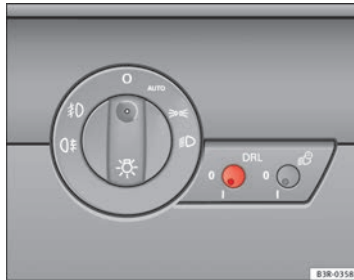

Abb. 87 Schalter Tagfahrlicht
- Drücken Sie kurz auf den Knopf ⇒ Abb. 87, um ihn aus seiner Position auszurasen.